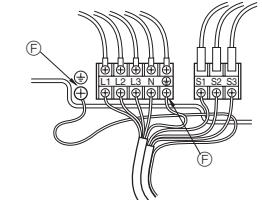

Fig. 6-2
6.1. Utendørsenhet (Fig. 6-1, Fig. 6-2)
- Legg kablene ved å se på Fig. 6-1 og Fig. 6-2.